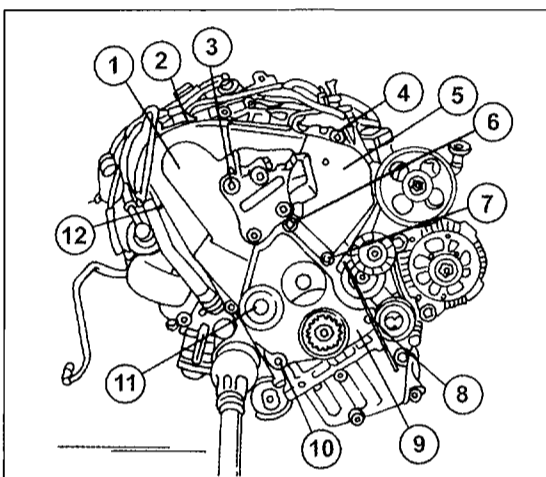

Bild 123
- Unter Bezug auf Bild 123 die folgenden Teile abmontieren. Das Bild zeigt den ausgebauten Motor, um die Arbeiten verständlicher zu erklären: Die Schrauben (2), (3), (11) und (12) lösen und den oberen Zahnriemenschutzdeckel (1) ausbauen. Ebenfalls den seitlichen Deckel (5) abnehmen. Dazu die Schrauben (4), (6) und (7) herausdrehen. Die Schrauben (8) und (10) entfernen und den unteren Zahnriemenschutzdeckel (9) abnehmen. Zu beachten ist, dass die Schraube (11) ebenfalls die Wasserpumpe hält. Diese muss man nach Ausschrauben mit einem Abstandsring von 17 mm Stärke versehen und wieder einschrauben. Wird mit 15 Nm angezogen.
Der weitere Einbau erfolgt jetzt in der gegebenen Reihenfolge (Bild 123):